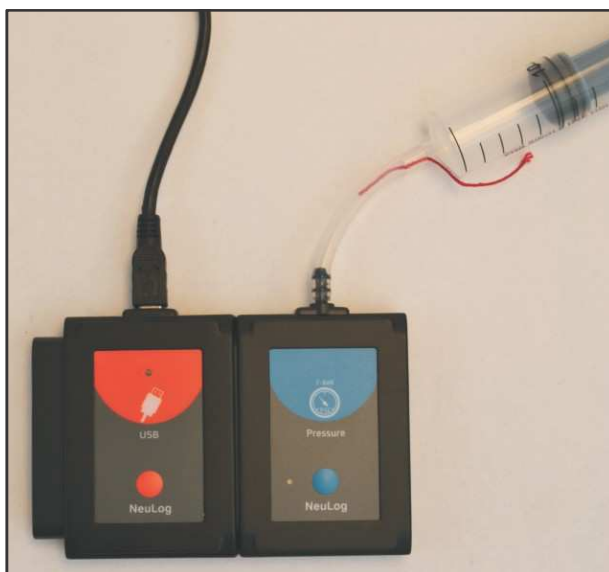

Figura 4-1
2. Asegúrese de que la jeringa esté bien sujeto al sensor de presión como se muestra en Figura 4-1.